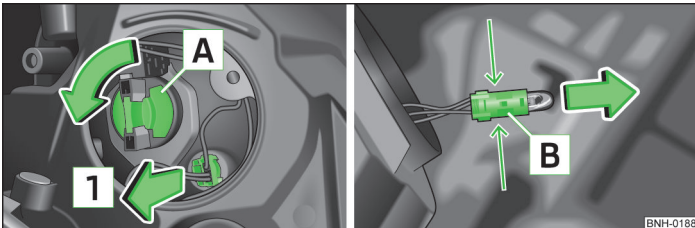

Abb. 170 Glühlampen für Fern-, Tagfahr- und Standlicht
- › Den Sockel  » Abb. 170 bis zum Anschlag in Pfeilrichtung drehen und herausnehmen.
- › Den Sockel mit der Glühlampe mit Wackelbewegungen in Pfeilrichtung  » Abb. 170 herausziehen.